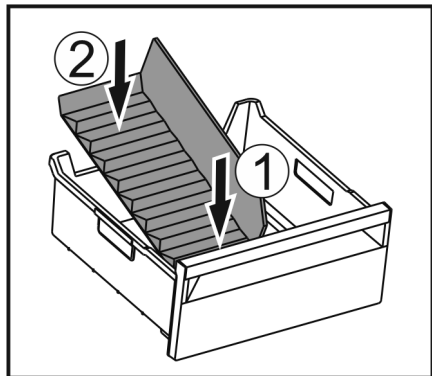

Fig. 149
- ▶ Установите переднюю часть разделителя отделения для льда. Fig. 149 (1)
- ▶ Опустите заднюю часть разделителя отделения для льда на дно выдвижного ящика. Fig. 149 (2)